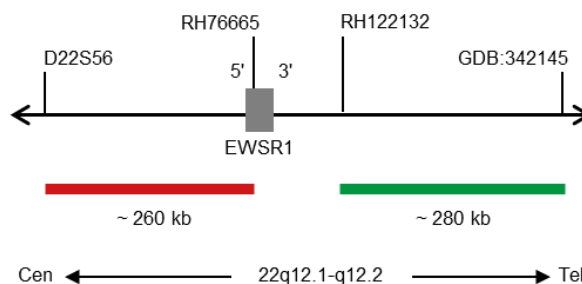

Fig. 1 : SPEC EWSR1 Cartographie de la sonde (pas à l'échelle)
- Polynucléotides marqués à la digoxigénine (~0,50 ng/ μ l), qui visent la cartographie des séquences dans 22q12.2* (chr22:29,779,841-30,057,928) distale de la région des points de rupture de EWSR1 (voir Fig. 1).
- Polynucléotides marqués aux dinitrophényles (~0,75 ng/ μ l), qui visent la cartographie des séquences dans 22q12.1-22q12.2* (chr22:29,413,831-29,673,440) proximale de la région des points de rupture de EWSR1 (voir Fig. 1).